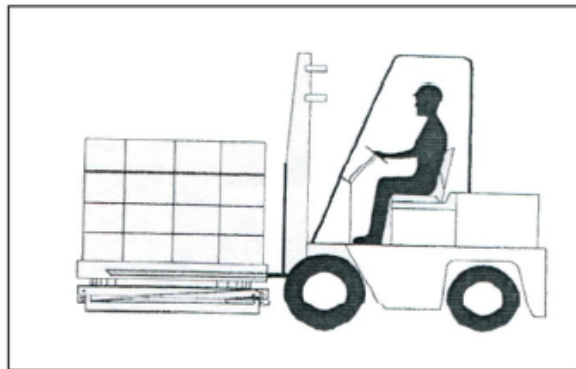

Fig. 10. Lasting med gaffeltruck.
1. Plasser lastepallen på pallebordet og senk gafflene. Innen lasten losses må du kontrollere at det er pallebordet som bærer lasten og ikke gaffeltrucken. Se Fig. 10 side 11.